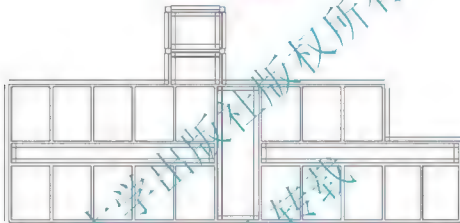

图 5.4 偏移建筑外墙
(1) 启动【偏移】命令(快捷键 O)，参照基础平面图(附图 2.4)中的尺寸标注偏移基础墙，结果如图 5.4 所示。